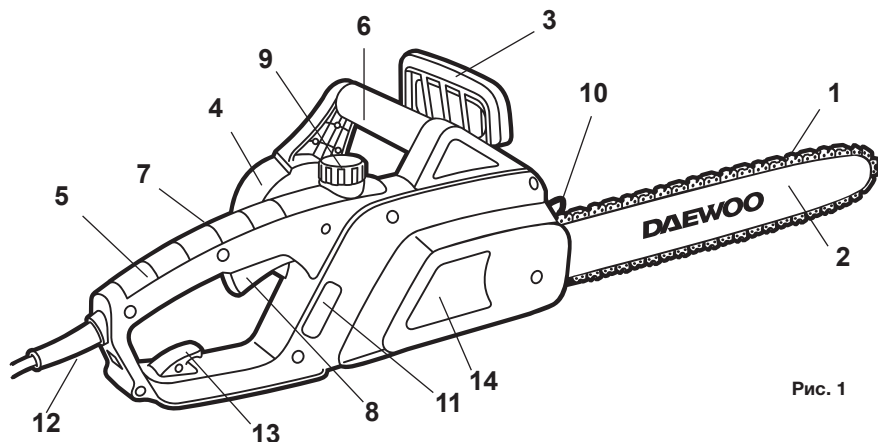
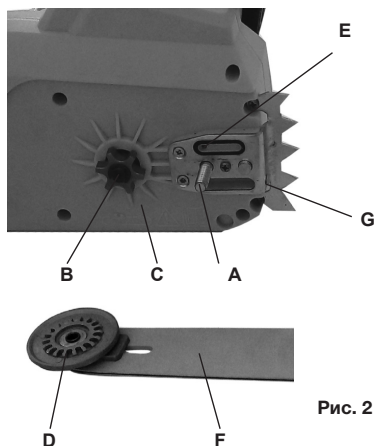

Рис. 1
Рис. 2
1. Снимите защитную крышку 14 (Рис. 1)
2. Наденьте на шину F (Рис. 2) пильную цепь 1 (Рис. 1), проверив правильность расположения зубьев цепи.
1. Для заполнения масляного бака откройте крышку 9 (Рис.1), при этом следите, чтобы в бак не попала грязь. Заполните бак маслом. Удалите остаток масла с горловины и из внутренней полости крышки. В крышке имеется воздушный клапан при засорении которого насос не работает. Следите, чтобы при эксплуатации пилы этот клапан оставался чистым.
2. Закройте плотно крышку. Во время работы периодически обращайтесь внимание на уровень масла через окно контроля уровня масла 11 (Рис.1).
В случае, если следов масла не видно, необходимо прочистить в корпусе редуктора выходное отверстие для масла E (Рис.2) и соответствующее отверстие в шине E1.